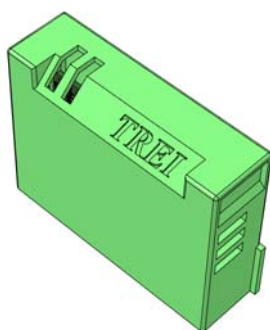

Рисунок 2 - Изолятор сигналов Iso-A
– гальваническая изоляция между каналами, между внешними цепями и модулем ввода осуществляется с помощью изолятора сигналов (Iso-A) см. рисунок 2;